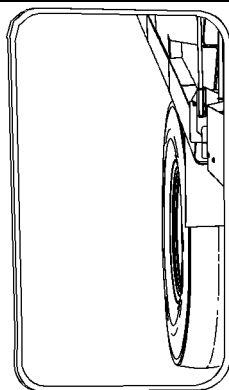

Ilustración 62
- el lado izquierdo de la caja volcadora y el neumático trasero, según se muestra en la ilustración 62